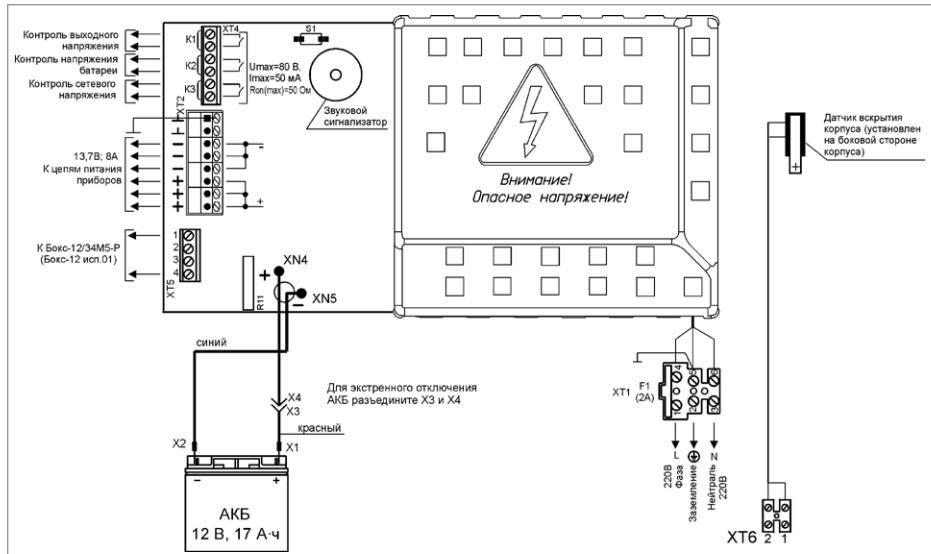

Рисунок 7. Схема подключения РИП-12 исп.17 (РИП-12-8/17М1-Р)
1.6. Схема подключения РИП-12 исп.17(РИП-12-8/17М1-Р) приведена на рис. 7.
- 1.13. Проверьте правильность произведённого монтажа в соответствии со схемой подключения (рис. 7).
- 2.12. Отключите аккумуляторную батарею от платы РИП, отсоединив контакты X1, X2 от клемм АКБ (см. рис. 7).